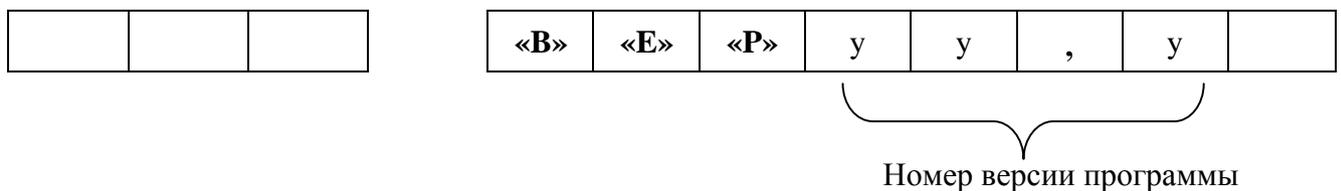

Рис. 21. Отображение версии программного обеспечения БИТГ-01.
1.5.1.14. При выборе пункта меню «Версия программного обеспечения», версия выводится в формате, указанном на рис. 21.